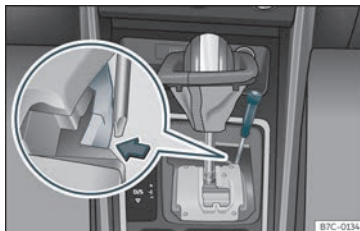

Fig. 204 Palanca selectora: desbloqueo d'emergència en la posició d'aparcament.
- Amb ajuda de la part plana d'un tornavís, premeu lateralment la pestanya groga i mantingueu-la pressionada >>> **fig. 204**.